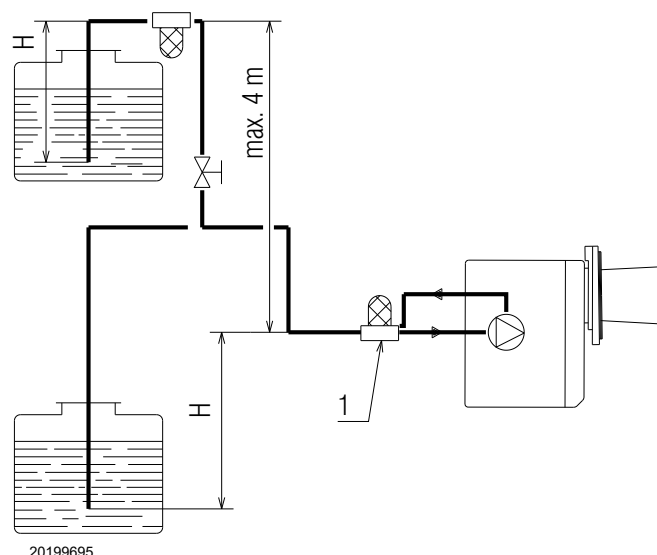

Abb. 13
Bei einem Zweirohrsystem empfehlen wir die Verwendung eines geeigneten Entgasungsfilters gemäß dem Anschlussschema (siehe Abb. 13). Bei einem solchen Entgasungsfiler kann es sich beispielsweise um den Tigerloop B100 handeln.
Bei der Verwendung von Brennstoffen mit einem Bioanteil (FAME) von mehr als 30 % rät der Hersteller von einem Zweirohrbetrieb ab, um so eine Übersättigung des Biodiesels zu vermeiden; soll der Zweirohrbetrieb beibehalten werden, wird das Verwenden eines Entgasungsfilters (1) (Abb. 13) empfohlen. Die Sauerstoffanreicherung des Biodiesels führt zu einer Zersetzung des Brennstoffs und zum Bilden von potenziell für den Brenner schädlichen Verbindungen und Ablagerungen.